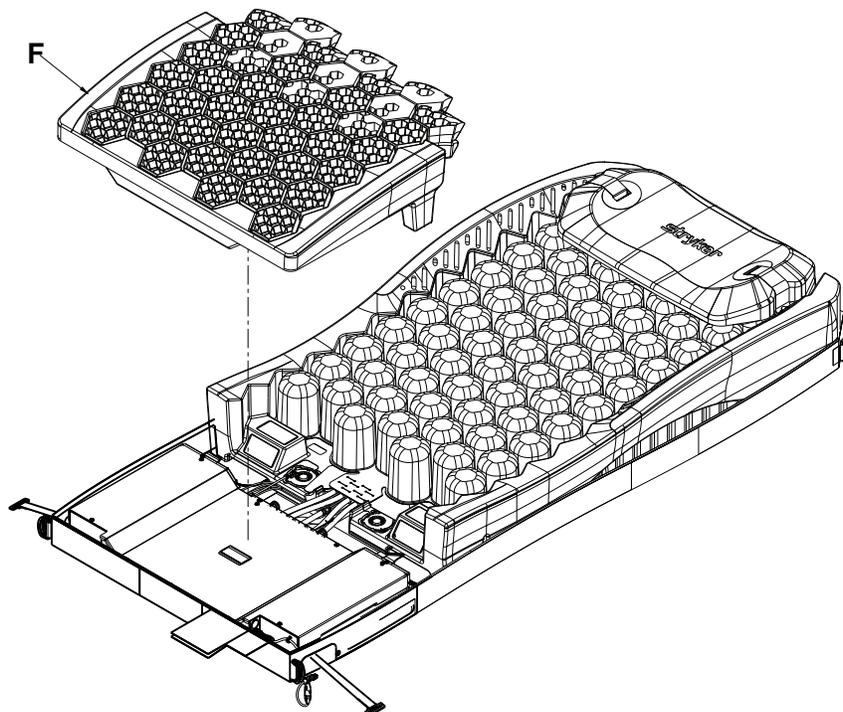

Figure 9 – Matelas en gel
11. Soulever le matelas en gel côté pieds (F) pour le retirer de l'ensemble de cellules (Figure 9). Conserver le matelas en gel.